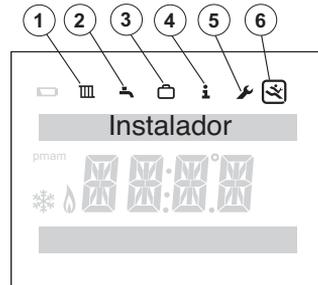

Fig. 13 Vista do menu Instalador
- Premir a tecla de **menu** e o botão , até que no menu principal seja exibido Menu de assistência técnica (→ fig. 13).